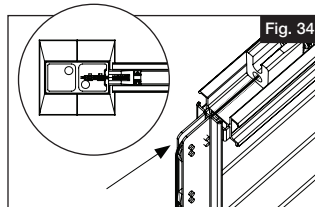

Fig. 34
- b. Asegúrese de que el cable rodee la última vuelta de la guía mirando hacia abajo por el poste (Fig. 34). Jale toda la holgura a través del tensor. Asegúrese también de que el resorte de tensión permanezca en su lugar en la viga en el poste antes de jalar con fuerza.